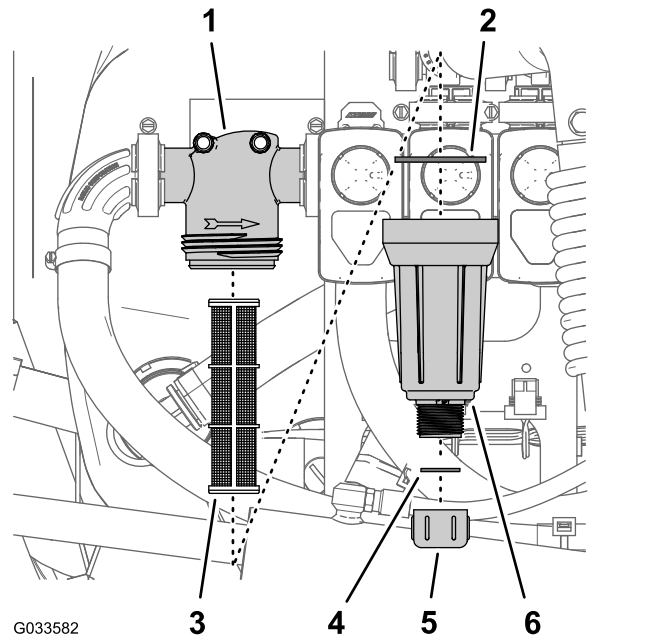

図 96
2. 圧力フィルタの下に受け容器をおく 図 96。
3. 圧力フィルタのボウルについているドレンキャップを左に回して外す 図 96。
4. ボウルを左に回してフィルタヘッドを外す 図 96。
5. 圧力フィルタエレメントを外す 図 96。
7. ドレンプラグのガasketボウルの内側とボウルのガasketフィルタヘッドの内側に傷や破損がないか点検する 図 96。
8. 圧力フィルタエレメントをフィルタヘッドに取り付ける 図 96。
9. フィルタヘッドにボウルを取り付けて手締めする 図 96。
10. ボウルの底部のフィッティングにドレンキャップを取り付けてキャップを手締めする 図 96。